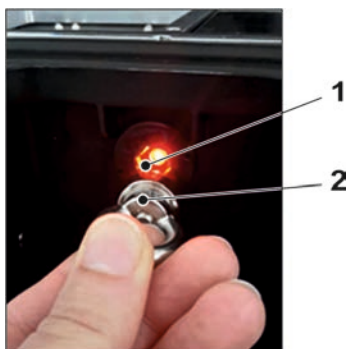

Abb. 31-1 Aufwecken des NivuFlow Mobile
2. NivuFlow Mobile „aufwecken“: dazu den mitgelieferten Magneten (Abb. 31-1 Pos. 2) vor den Reedkontakt (Abb. 31-1 Pos. 1; vorne am NFM) halten bis die LED leuchtet.